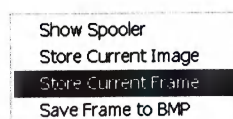

Рисунок 139
- начните перенос при помощи иконки **Сохранить единичное изображение** –  – в группе **Документация** в рабочем окне. Альтернативно, можно выбрать эту функцию из рабочего окна, кликнув правой кнопкой по области изображения (используя сенсорную панель), а затем выбирая **Сохранение текущего изображения** (см. рисунок 139);